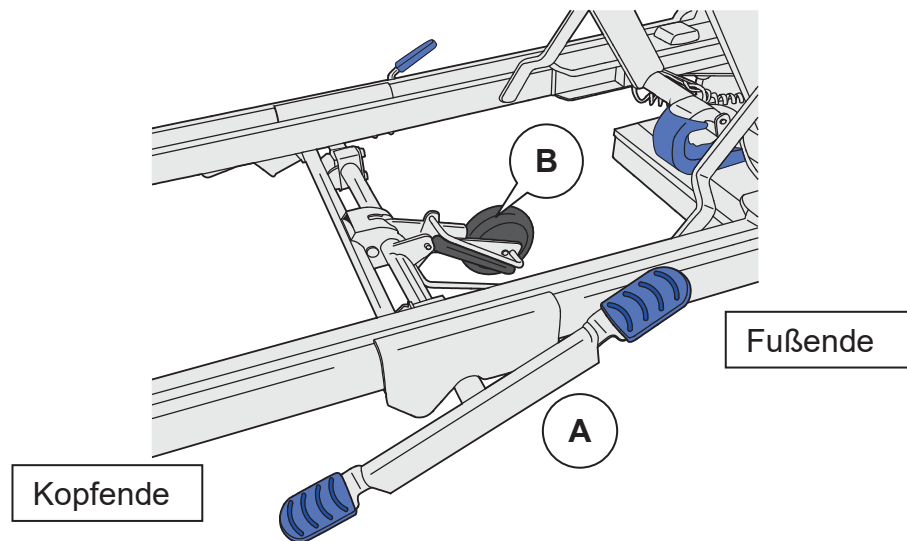

Abb. 1 - Aktivierungspedal für das 5. Rad
1. Treten Sie auf das Kopfende des Aktivierungspedals am 5. Rad (A). **(Siehe Abb. 1)**
1. Treten Sie auf das Fußende des Aktivierungspedals am 5. Rad (A). **(Siehe Abb. 1)**
2. Achten Sie darauf, dass das 5. Rad (B) vom Boden angehoben wird.